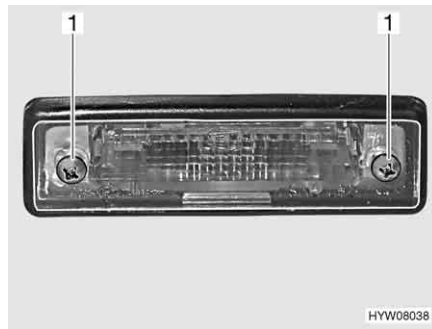

Fig. 182 Luci posteriori (luce targa)
- Svitare due viti degli involucri (Fig. 182,1).